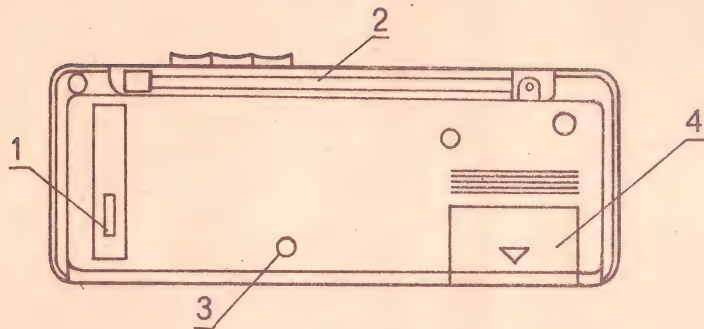

Рис. 2. Вид радиоприёмника "Вега РП-240" сзади
4.4. Расположение и назначение органов управления радиоприемника, гнезд и розеток для внешних соединений показано на рис. 1 и рис. 2.
5.1. Установите элементы питания в батарейный отсек, для чего откройте крышку батарейного отсека (поз. 4 рис. 2), потянув её с усилием в направлении, указанном стрелками на крышке.
5.2. Вращая ручку ГРОМКОСТЬ (поз. 1 рис. 2) вверх, включите радиоприёмник и установите ручку в среднее положение.
предварительно необходимо поставить вертикально и выдвинуть на всю длину телескопическую антенну (поз. 2 рис. 2). Поворачивая радиоприёмник вокруг вертикальной оси при работе с диапазонами ДВ и СВ или изменяя наклон телескопической антенны при работе с диапазоном УКВ, добейтесь наилучшего приёма при наименьших помехах.